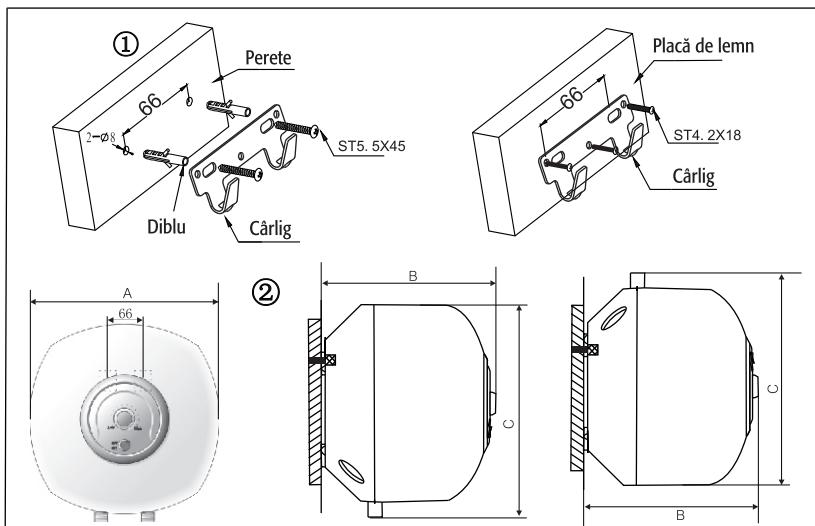

Figura 2
- ① Utilizați o mașină de găurit electrică pentru a face două găuri de Ø8 în perete. Distanța dintre cele două găuri trebuie să respecte indicațiile din figura 2.(66 mm)
- ② Introduceți diblurile în găurile efectuate astfel încât cârligele să fie orientate în sus.
- ③ Ridicați boilerul, agătați-l și fixați-l în cârlige.
- ④ Înălțimea găurilor trebuie stabilită ținând cont de poziția racordurilor hidraulice pe perete, de tipul conductelor hidraulice utilizate și de poziția racordurilor inferioare ale boilerului (a se vedea figura 2).